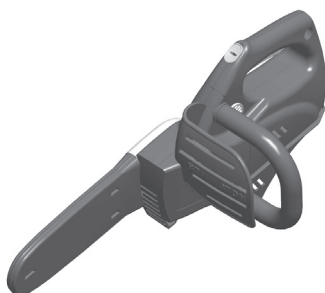

Figura 6 - Mango principal del cabezal motriz ensamblado
2. Deslice el cabezal motriz en el mango principal hasta que las unidades “se cierren a presión” (vea la figura 6) **IMPORTANTE:** los dos botones de desenganche del mango principal deben estar completamente enganchados.